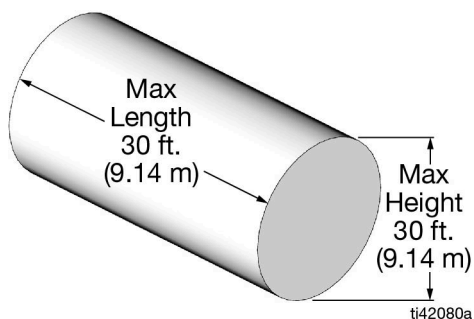

Рис. 17
- Стенки краев бака должны быть плоскими и не могут иметь другую форму, включая вариант с расширенным концом (Рис. 17). При необходимости используйте нестандартный бак.